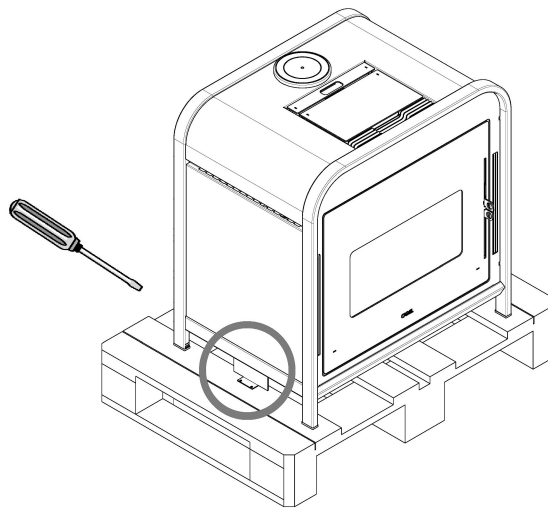

Fig. 1 - Retrait des vis + étriers
- Retirer les vis des 2 étriers qui bloquent le poêle (voir **Fig. 1**).